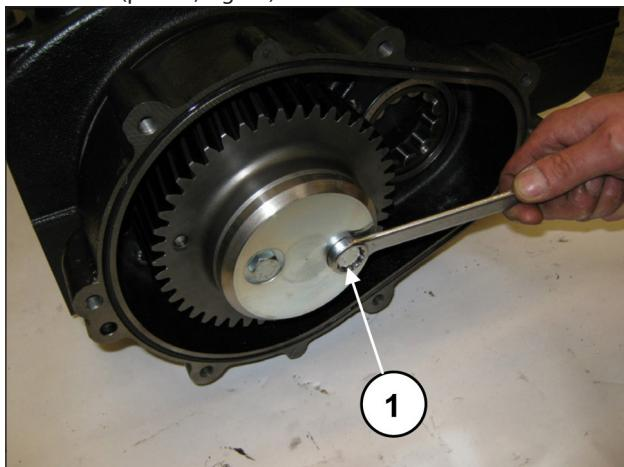

Fig. 12
Svitare le viti che fissano il fermo corona (pos. ①, Fig. 12) e rimuoverlo (pos. ②, Fig. 13).